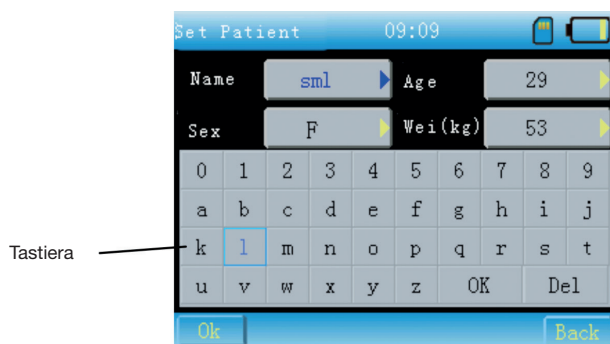

Fig. 13-3-4
- 7 Immissione informazioni: Quando tale funzione è attivata, prima di salvare o stampare si deve entrare nell'interfaccia "Set Patient" come indicato in Fig.13-3-4.